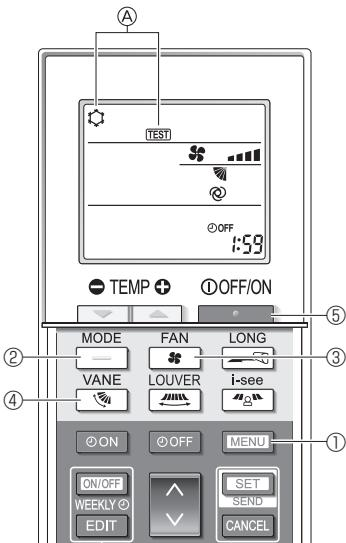

Fig. 8-5
- Pulse el botón [MENU] ① durante 5 segundos. (Fig. 8-5)
- Pulse el botón [MENU] ①.
En pantalla se visualiza ② [TEST] (PRUEBA) y el modo actual de funcionamiento. (Fig. 8-5)
- Pulse el botón ③ para activar el modo de refrigeración, y compruebe si sale aire frío de la unidad.
- Pulse el botón ④ para activar el modo de calefacción, y compruebe si sale aire caliente de la unidad.
- Pulse el botón ⑤ y compruebe si cambia la velocidad del ventilador.
- Pulse el botón ⑥ y compruebe que el sistema automático de desviación del aire funciona correctamente.
- Pulse el botón ⑦ para detener la prueba de funcionamiento.